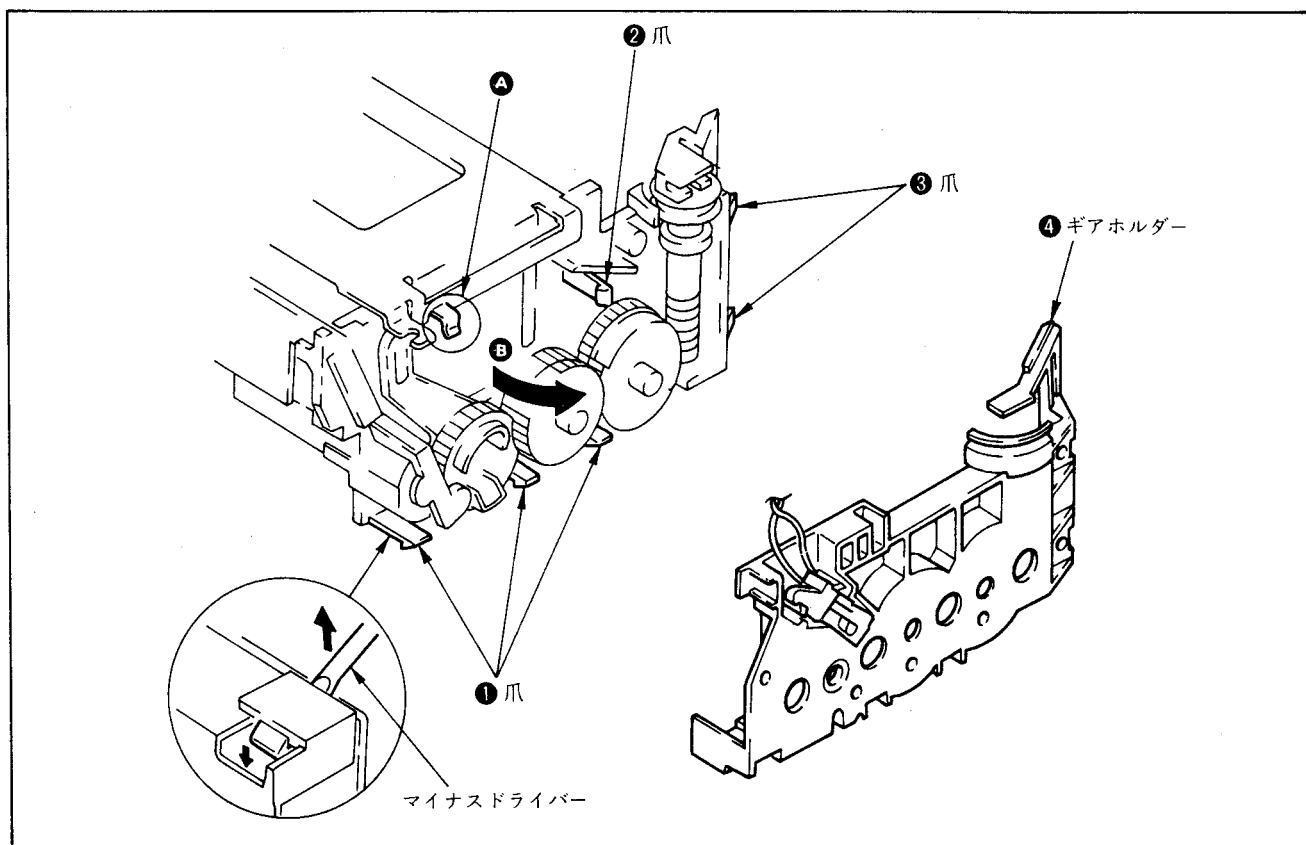

図3-13. ギヤホルダーの外し方
■ 3-6. ギヤホルダーの外し方 (図3-13.)
2) 爪①を外す。